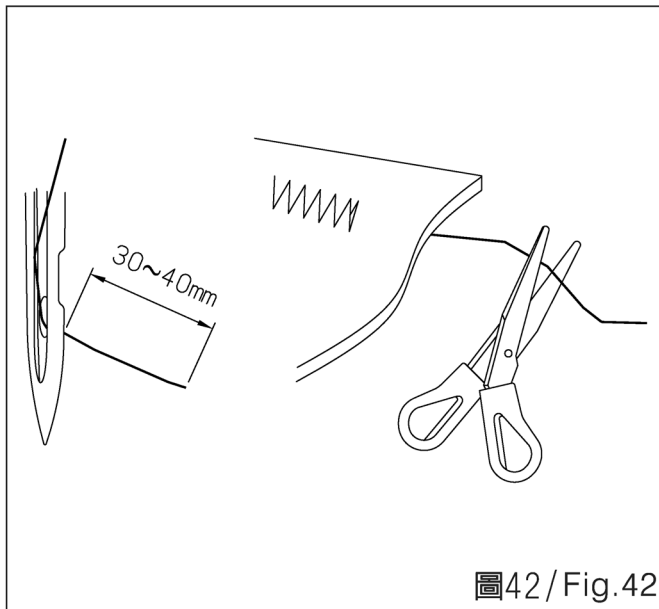

Fig. 42/ Fig.42
1. Enquanto prende a linha, diminua o comprimento da linha superior. Se a agulha for muito longa, a linha no avesso do tecido sairá e será fácil costurar a ponta da linha no dispositivo superior em pontos. (Fig. 42)